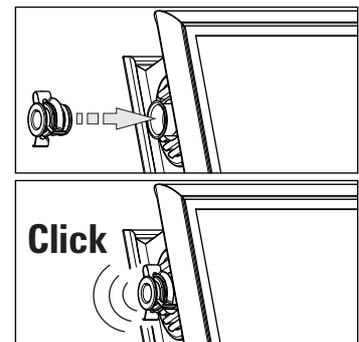

Fig. 3-29 Étape 10
10. Enfoncez les bouchons de terminaison dans les tubes de raccordement de capteur encore ouverts jusqu'à ce que les pinces de fixation s'enclenchent. (fig. 3-29).